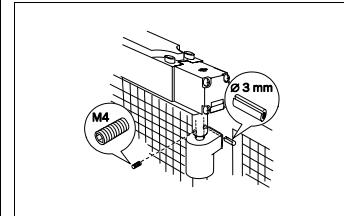

Fig. 2 : Vérification du verrouillage de forme entre l'arbre de commutation et la charnière
- raccorder l'arbre de commutation de l'interrupteur rotatif et la charnière à l'aide d'une vis sans tête M4 et d'une goulotte de Ø 3 mm (cf. Fig. 2).